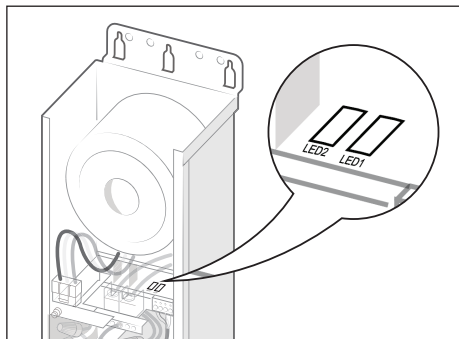

**Figura 5. Conexión de cables RS-485**
- El RS-485 viene conectado de fábrica al controlador de luces. Conecte los cables de comunicación RS-485 de bajo voltaje al sistema de automatización Aqualink RS. Conecte el cable rojo (R) a 1, el negro (B) a 2, el amarillo (Y) a 3 y el verde (G) a 4 en el conector; consulte la *Figura 5*.